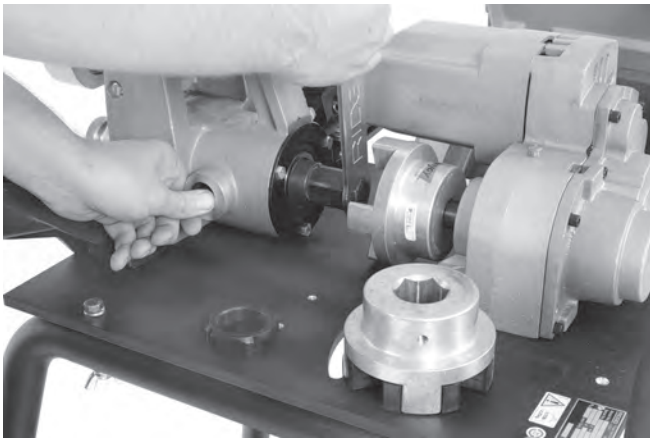

Figure 26 – Retrait du tirant
6. Utilisez la clé polygonale $\frac{15}{16}$ " pour desserrer le tirant (Figure 26).